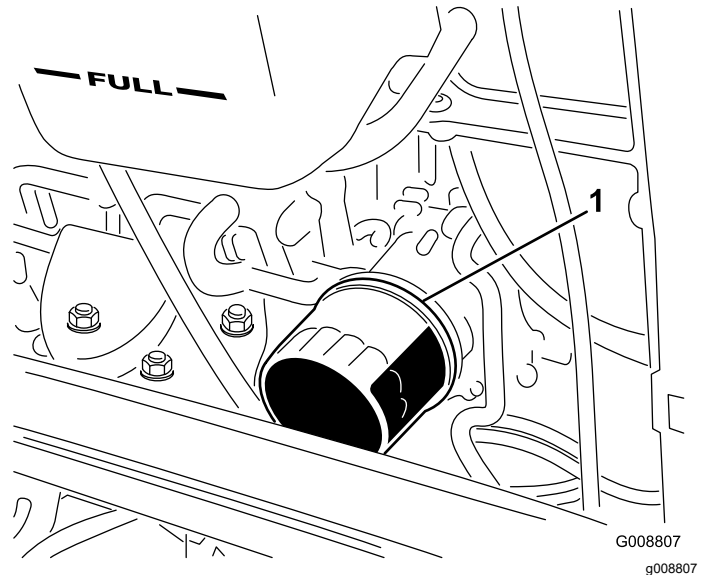

Figura 78
- 4. Retire el filtro de aceite (Figura 78).